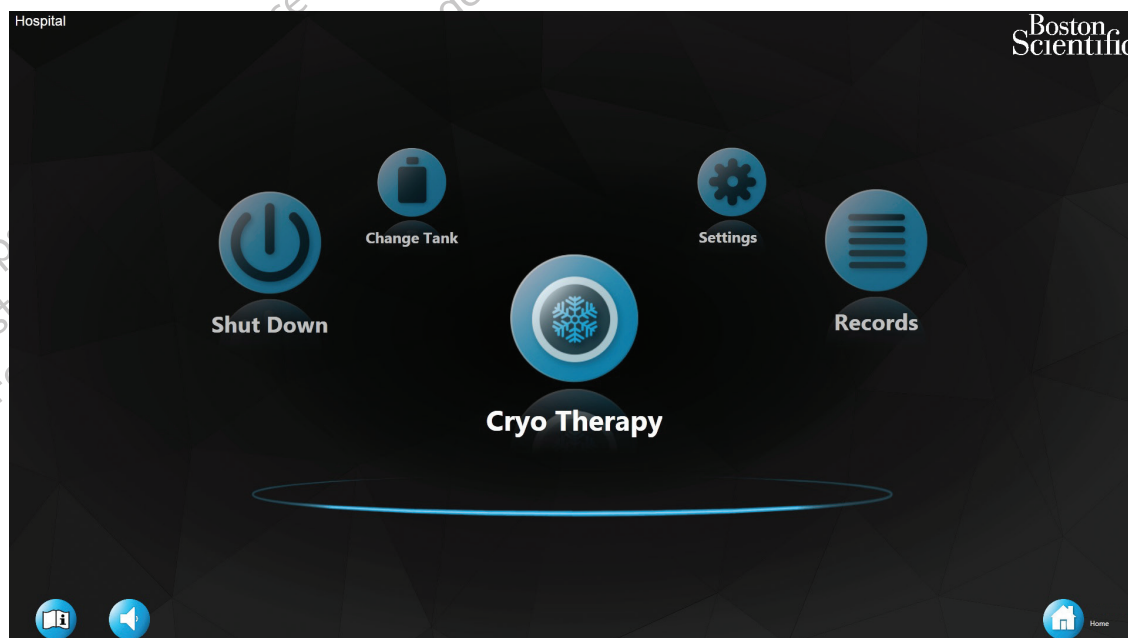

Figura 2. Ecrã inicial
4. O ecrã inicial é apresentado assim que a consola tiver concluído o procedimento de reinicialização (Figura 2).